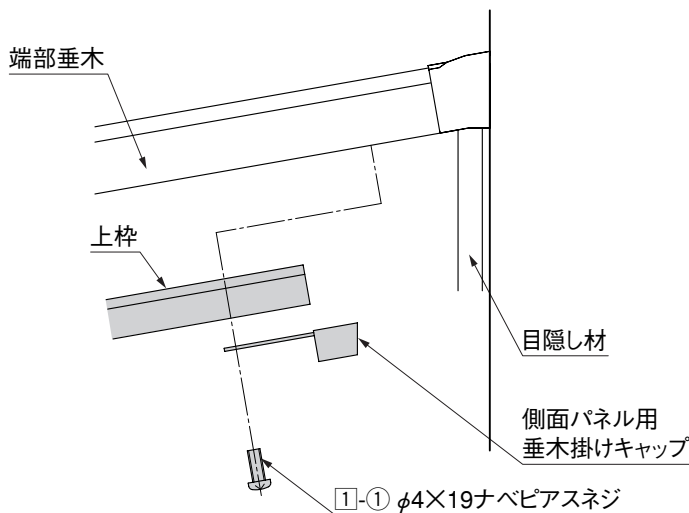

図4-2
- 2 上枠に側面パネル用垂木掛けキャップをテープ等で仮止めしてください。(図4-2参照)